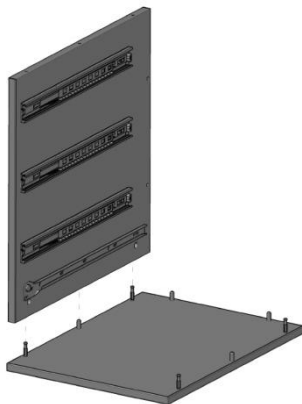
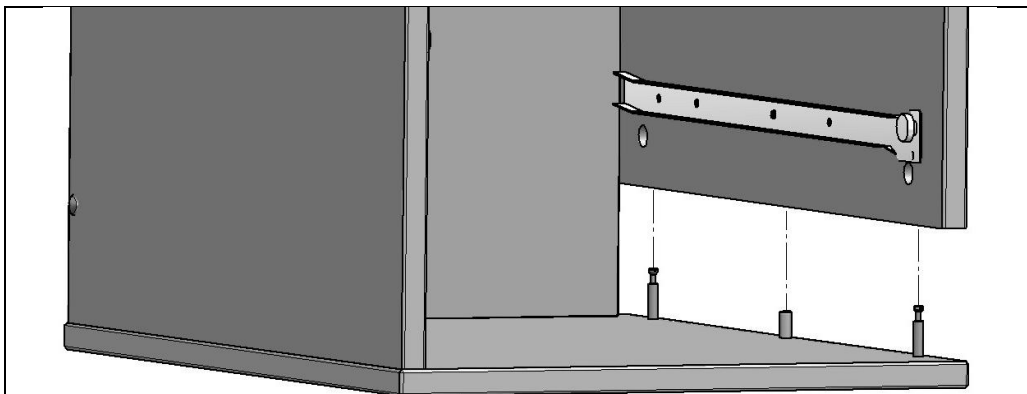

Рис. 6
Рис. 8
4.1.6. На сборку по п. 4.1.1. сверху установить стенку боковую правую с направляющими (сборка по п. 4.1.5) (см. рис. 6). В отверстия стенки боковой правой вставить эксцентрик EC03ZL/18 (поз. 5, пакет №52) стрелкой в направлении плиты верхней и повернуть эксцентрик по часовой стрелке 180° max. (См. рис. 6а, 6б).
Рис. 6а
Рис. 6б
4.1.8. В сборку по п. 4.1.7. сверху установить стенку боковую левую с направляющими (сборка по п. 4.1.3) (см. рис. 8). В отверстия стенки боковой левой вставить эксцентрик EC03ZL/18 (поз. 5, пакет №52) (рис. 8а) стрелкой в направлении плиты верхней и повернуть эксцентрик по часовой стрелке 180° max. (См. рис. 6б).
Рис. 8а